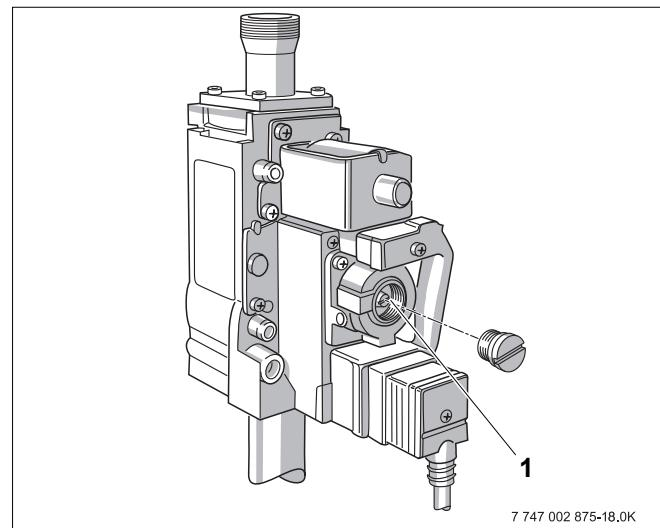

Рис. 51 Газовая арматура Honeywell VR 4605
- На газовой арматуре Honeywell VR 4605 удалите защитный колпачок или заглушку на регулировочном винте (Рис. 51, **поз. 1**).